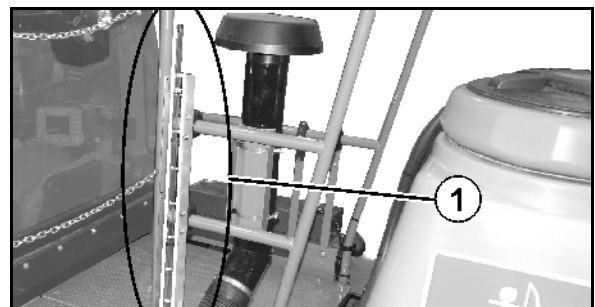

Fig. 74
- observe fill level display (Fig. 74/1).